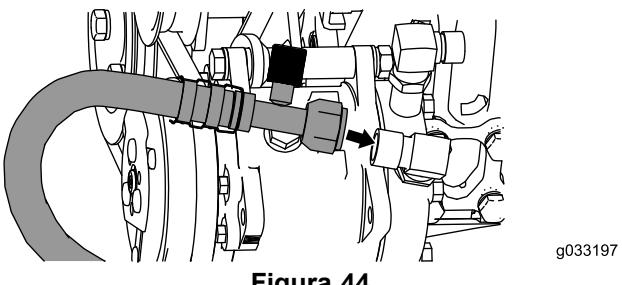

Figura 44
1. Conecte la manguera de baja presión del aire acondicionado (7/8") desde la cabina hasta el acoplamiento de 90° (7/8"), según se muestra en Figura 44.